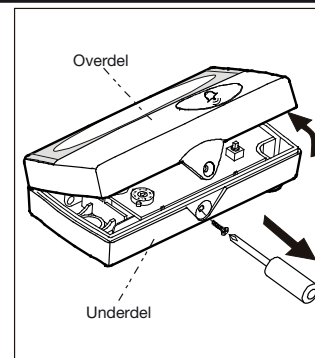

Fig. 1
1. Skruva loss överdelen med hjälp av en stjärnskruvmejsel (fig. 1).
2. Skruva loss överdelen med hjälp av en stjärnskruvmejsel (fig. 1).